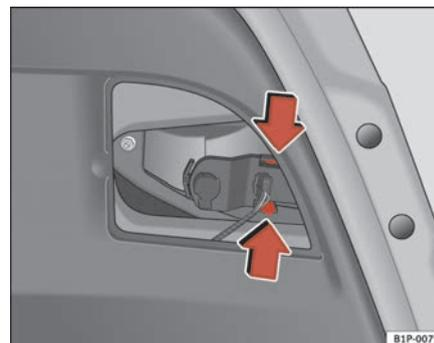

Fig. 172 Smontaggio del portalampade
- Rimuovere il portalampade premendo sulle linguette di fissaggio ed estrarlo all'esterno ⇒ fig. 172.